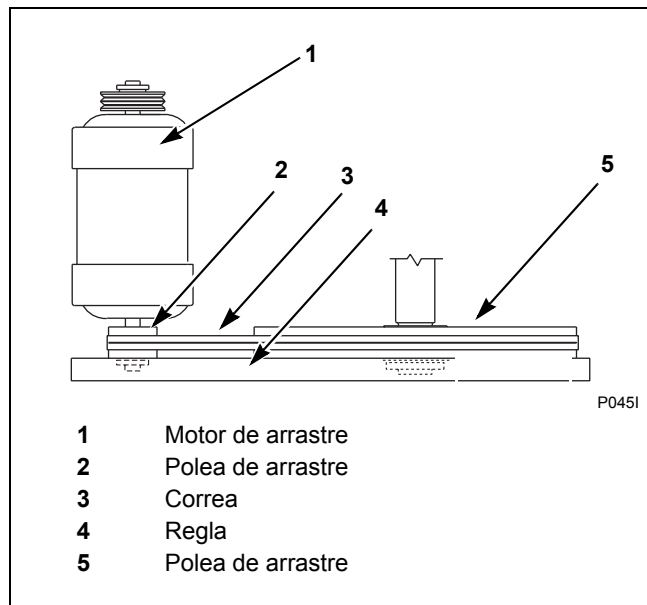

Figura 4
3. Verifique que las correas trapeciales estén bien alineadas comprobando la alineación de las poleas. Coloque una regla a través de ambas caras de las poleas. La regla deberá hacer contacto con las poleas en dos lugares. Consulte la *Figura 4*.